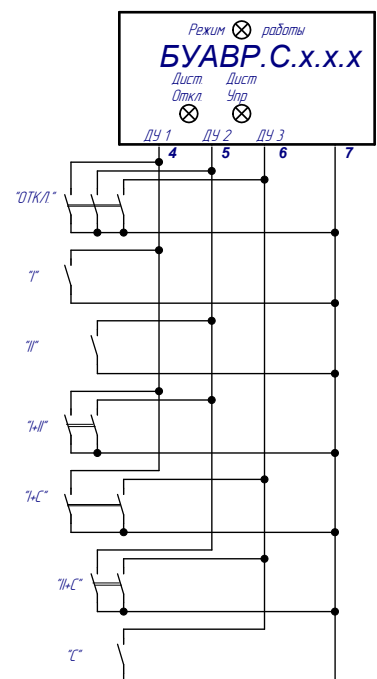

Рис.7 Пример схемы ручного управления АВР с использованием входов дискретного управления БУАВР
- 4.12.3. При необходимости ручного управления шкафом АВР при помощи органов управления, размещенных на лицевой двери шкафа АВР, рекомендуется использовать входы дискретного управления. Пример схемы ручного управления АВР с использованием входов дискретного управления БУАВР приведен на рис.7. В качестве переключателя режимов можно использовать зависимый кнопочный переключатель на 6 секций с тремя группами контактов или галетный переключатель на 6 положений с тремя группами контактов.